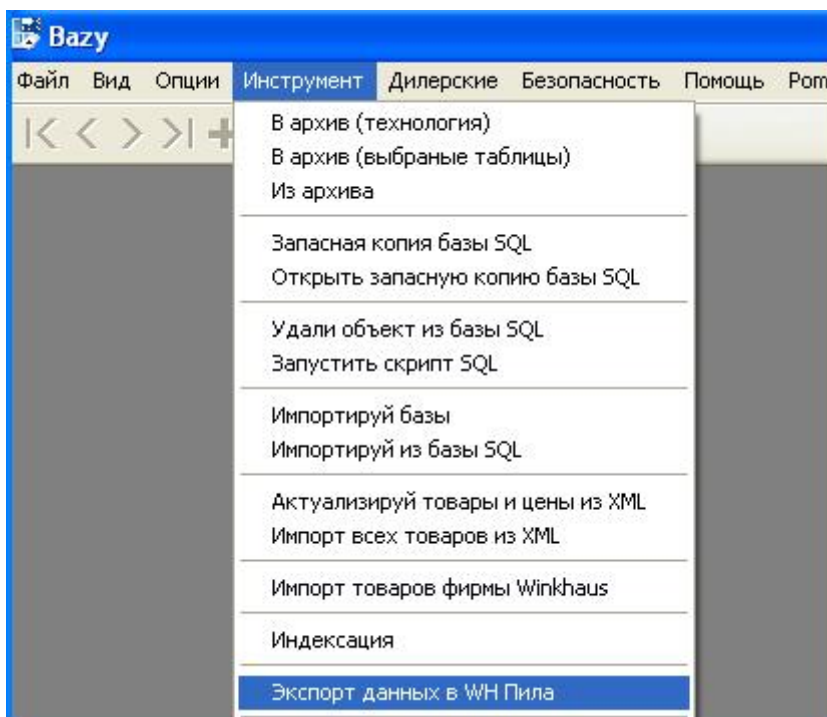

Рисунок 44. Экспорт данных в WH Пила
- **Экспорт данных в WH Pila (рис. 44)** – параметр даст возможность экспортировать данные в файл CSV